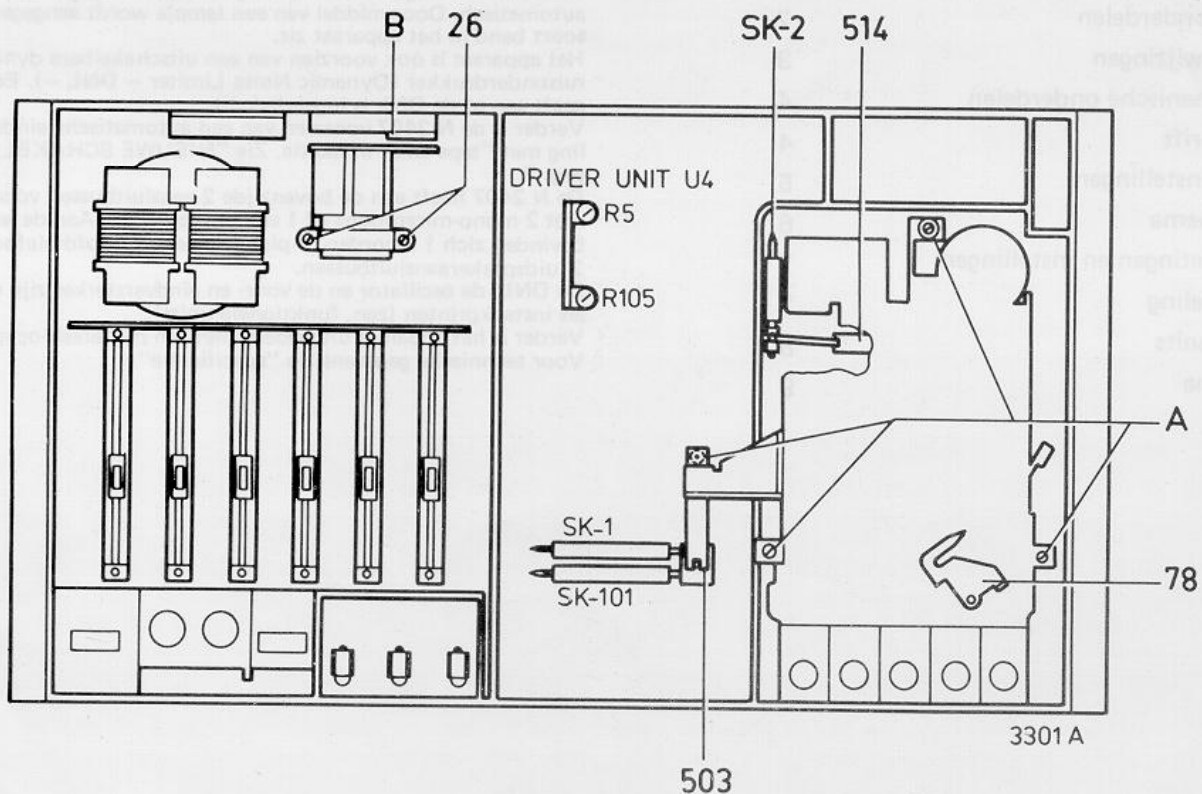

Fig. 2
A. Verwijderen van het complete loopwerk (Fig. 2)
D. Voedingsprint 4 (Fig. 2)
1. de veer 514 over het nokje van schakelaar SK2 valt (fig. 2).
2. de schakelaararm 503 over het nokje van schakelaar SK1-101 valt (fig. 2).